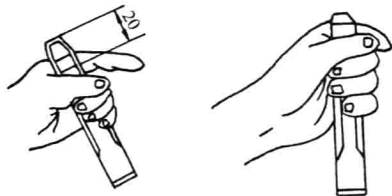

图 1 凿子的握持方法
(1) 凿子的握持法: 凿子主要用左手的中指、无名指和小指、大拇指和食指自然接触, 凿子的头部伸出约 20mm(图 1)。凿子不要握得太紧, 以减少握凿手的振动力。凿削时, 小臂要自然平放, 凿子要保持正确的倾斜角度(后角 = $5^{\circ} \sim 8^{\circ}$)。
(2) 凿削平面的方法: 开始凿削时, 应从工件侧面的尖角处, 轻轻起凿, 凿开缺口后把凿子逐渐地移向中间, 转入全宽凿削; 每次凿削量约 0.5 ~ 2mm。当凿削快到离尽头 10mm 左右时, 必须调头凿削剩下的部分, 尤其对青铜、铸铁等脆性材料更应这样作。否则工件尽头处就会崩裂。